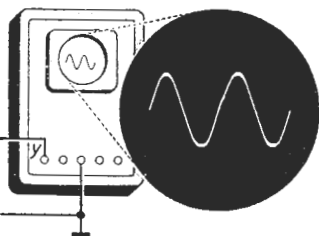

Fig. 19b
- Zet het X-kanaal van de oscilloscoop op „intern”. Regel de Y-versterking en de X-snelheid tot een afbeelding volgens fig. 19b zichtbaar wordt.